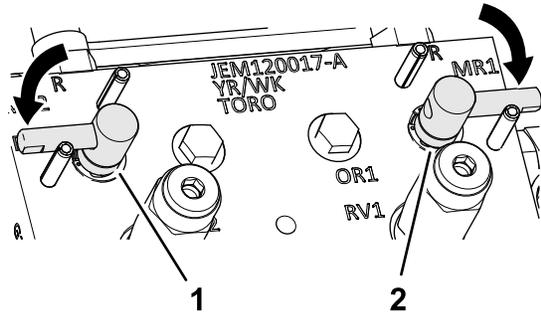

Figure 117
3. Tournez les leviers de rodage à la position F (tonte) (Figure 117).